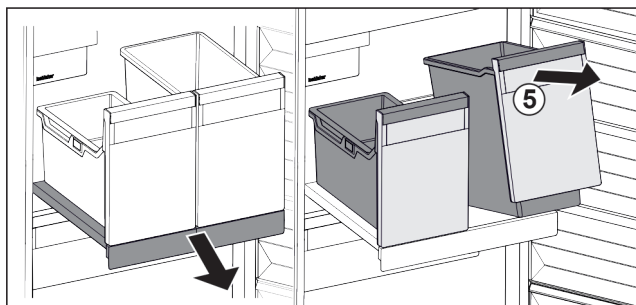

Fig. 94
- Soulever les bacs Fig. 94 (5) par l'avant.